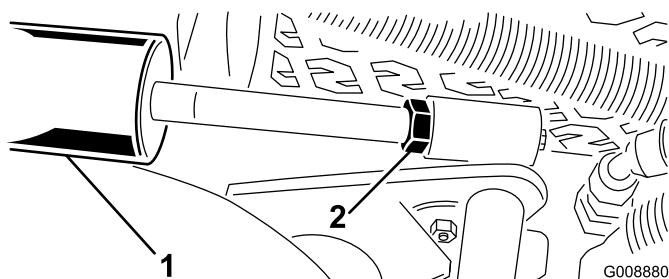

Figura 14
- A. Abbassate l'apparato di taglio e allentate il controdado sul cilindro (Figura 14).